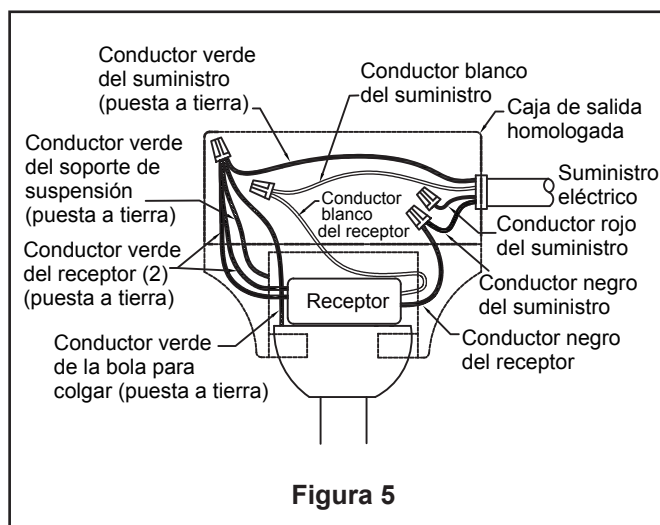

Figura 5
- ☐ 5. Pase los cables de seguridad a través de la cubierta de unión del motor, la cubierta para el tornillo del capuchón y el capuchón con el lado abierto apuntando hacia arriba. (Figura 5)
- ☐ 4. Una vez realizadas las conexiones, los cables deben ser colocados de forma extendida poniendo el conductor de la toma de tierra y el conductor de toma de tierra del equipo a un lado de la caja, colocando el conductor sin toma de tierra en el otro lado de la caja. gire los conductores hacia arriba y, con cuidado, colóquelos dentro de la caja de salida; con los conductores blancos y verdes hacia un lado y los conductores negros hacia el otro. (Figura 5)
- ☐ 5. Instale las pila de 3V en el transmisor del mando a distancia. Mientras el ventilador esté apagado. (Figura 5)